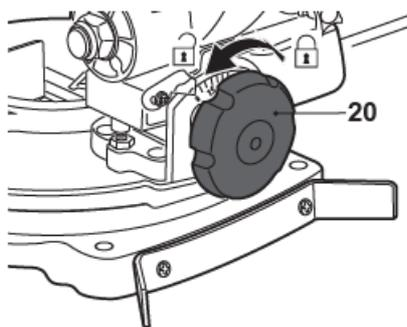

Fig. 11
- > Desserrez le verrou de biseau [20] (Fig. 11)